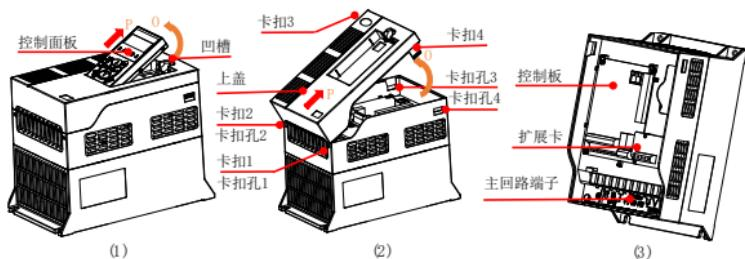

图 3-3a PM600 3 相 400V 2.2~15kW(PB)
PM600 有两种塑料壳机型,具体见图 3-3a/b。
拆卸或安装按键板: 手指进入图 3-3a (1) 所示凹槽按压卡扣, 沿 O 方向旋转, 然后沿 P 方向取出; 反向操作为安装按键板。这个拆装过程可用于所有机型。
塑料外壳机型的配线准备图(3-3a): 图 3-3a (2), 首先按压卡扣 3/4, 脱出后沿 O 方向旋转, 沿 P 方向取下上盖。反向操作装回。